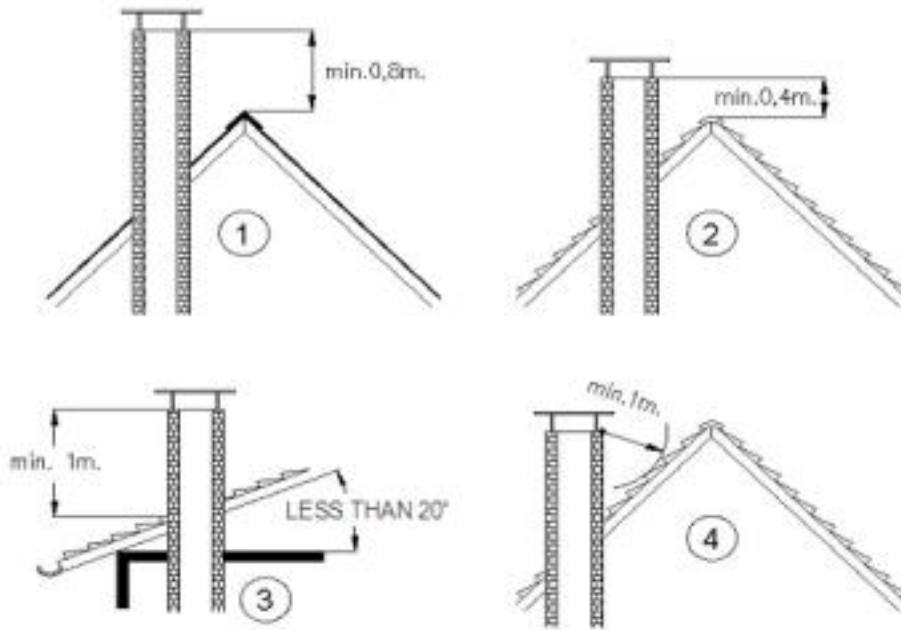

FIGURE-8
4. Bacanız dış mekanda ise mutlaka çift cidarlı ve izolasyonlu olmalıdır. Bacanız standartlara uygun olmalıdır. (Figure-8 / 9)